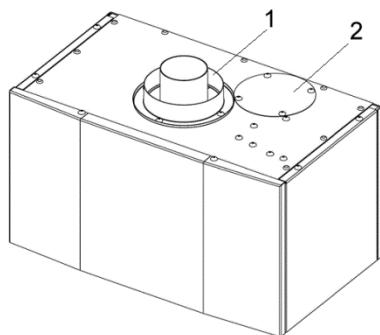

Рис. 11. Коаксиальный фланец.
- снять штатный фланец подключения коаксиального дымохода  $\varnothing 100$  мм (поз. 1 рис. 11), открутив 4 винта самонарезающих (далее – самореза);
- снять заглушку притока (поз. 2 рис. 11), открутив 4 самореза;